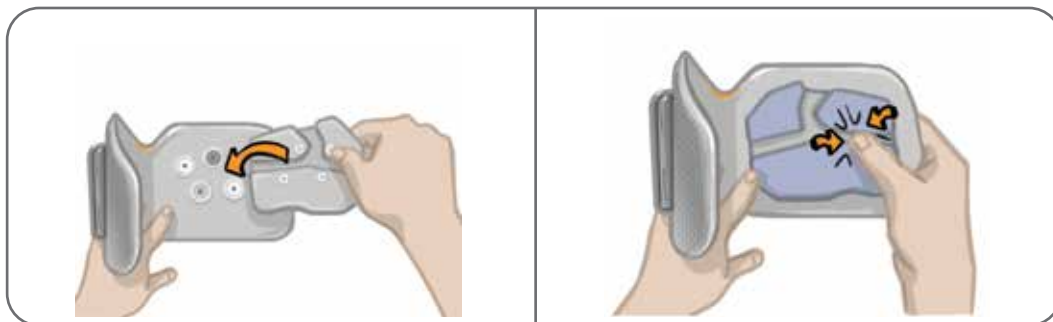

Figura 6-8: Alinierea și atașarea electrocului direcțional
5. Aliniați capsele de pe electrodul direcțional cu cele patru orificii de pe jambiera Lower Leg. Consultați Figura 6-8.
6. Apăsați ferm pentru a fixa electrodul direcțional pe jambiera Lower Leg. Asigurați-vă că apăsați pe toate zonele de deasupra tuturor celor patru capse. Consultați Figura 6-8.